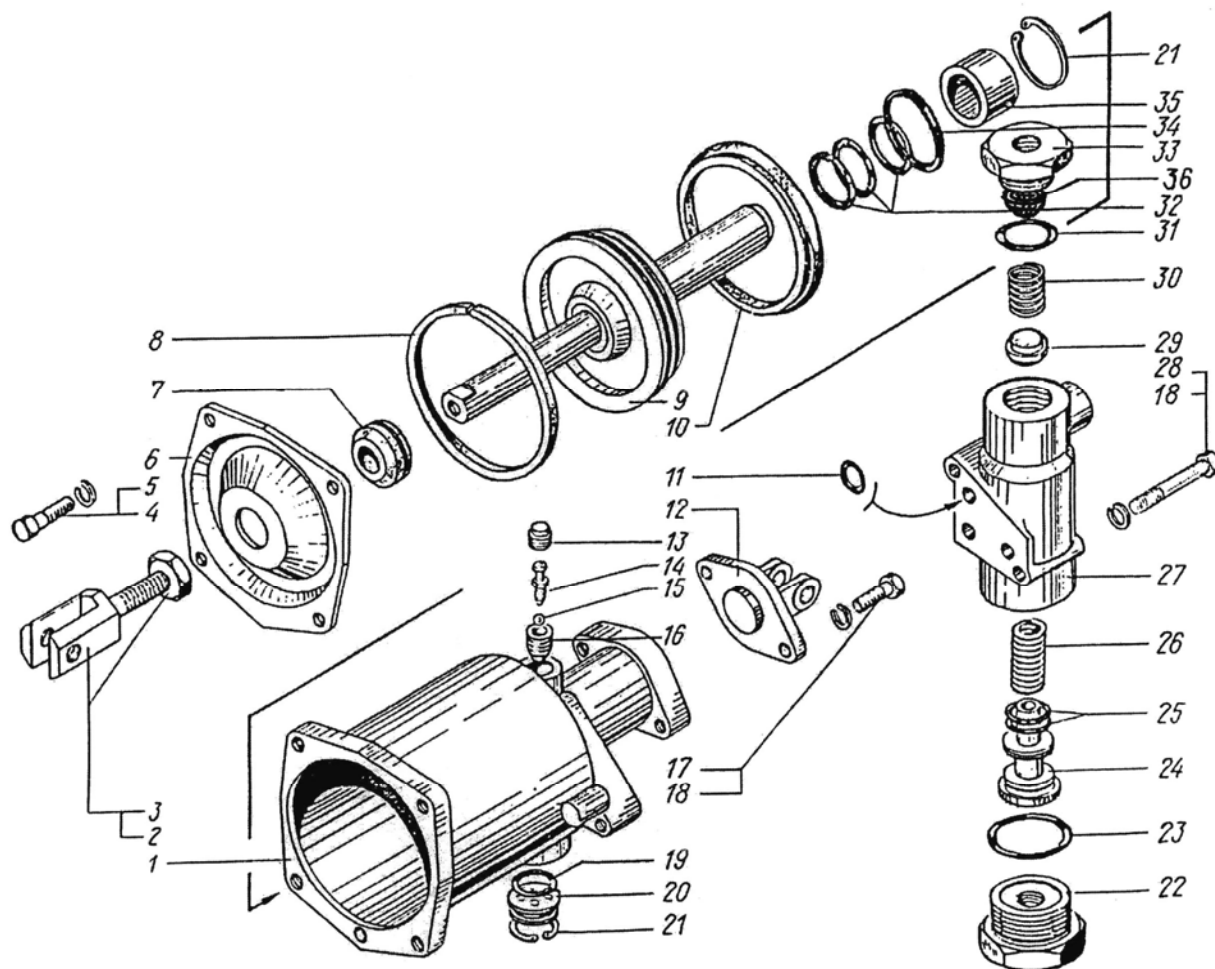

Рис.16. Пневмогидроусилитель сцепления:
- снять с перепускного клапана 14 (рис.16) колпачок 13 и надеть на клапан шланг для прокачки гидропривода (в ЗИП). Второй конец шланга опустить в сосуд для слива жидкости;
2. Отвернуть гайку стопорную 3 (рис.16) и, придерживая за лыску гидропоршня ключом, вывернуть вилку 2 вместе с гайкой. После чего отвернуть болты крышки 6 снять ее вместе с грязесъемником 7.
- снять колпачок 13 и надеть на перепускной клапан 14 (рис.16) шланг для прокачки привода сцепления;
- отвернуть клапан 14 (рис.16) на 0,5 - 1 оборот;